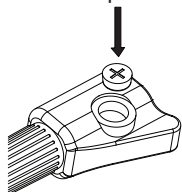

Fig.2
---Inserire la batteria CR2032 nel vano batteria, il lato positivo della batteria (+) deve essere rivolto verso l'esterno (fig.2).